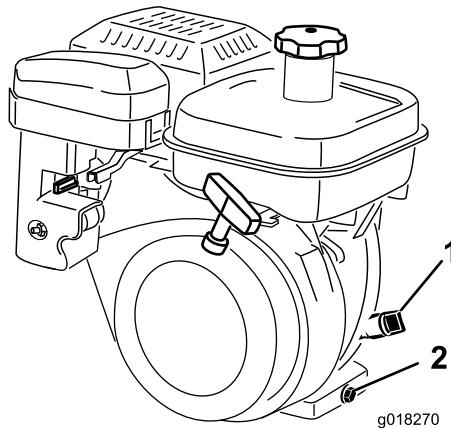

Figura 30
2. Coloque el cortacésped con el motor nivelado, y limpie la zona alrededor del indicador del nivel de aceite (Figura 30).
3. Retire el indicador del nivel de aceite girándolo en el sentido contrario a las agujas del reloj (Figura 30).
4. Limpie el indicador e introduzcalo en el orificio de llenado. No enrosque el indicador en el orificio. Luego retírelo y compruebe el nivel de aceite. Si el nivel es bajo, añada solamente aceite suficiente para que llegue entre las marcas H y L del indicador (Figura 30). Compruebe el nivel de aceite. No llene demasiado.
2. En la parte trasera de la máquina, coloque un recipiente debajo del tapón de vaciado (Figura 30). Afloje el tapón de vaciado.